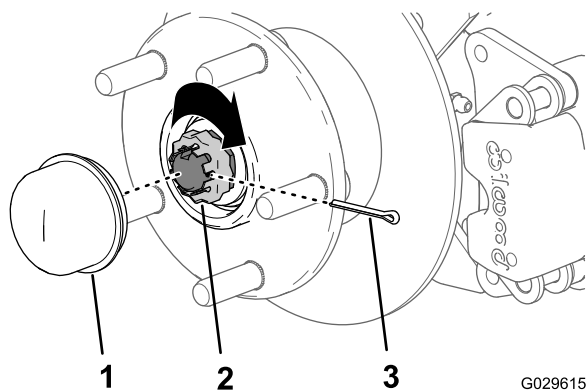

Figura 36
8. Montate il fermo sul dado e controllate l'allineamento della scanalatura sul fermo con il foro del mandrino per la coppia (Figura 36).
9. Montate la coppiglia e piegate ciascuna asticella attorno al fermo (Figura 36).
10. Montate il coperchietto antipolvere sul mozzo (Figura 36).